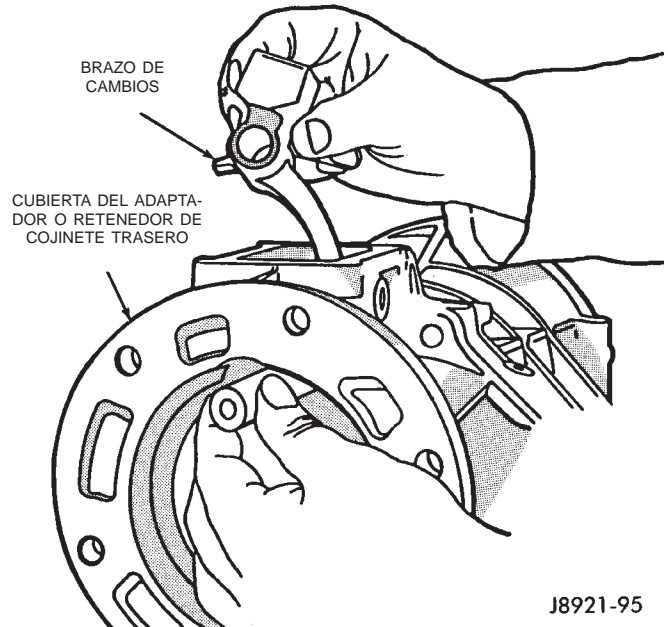
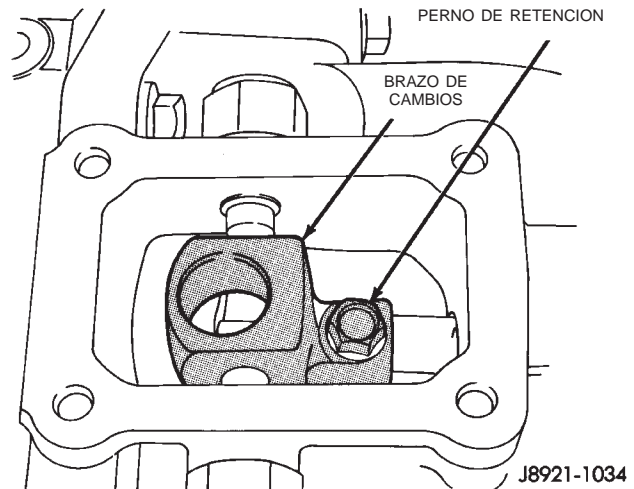

Fig. 40 Instalación del eje del brazo de cambios
Fig. 41 Instalación del perno de retención del brazo de cambios
(11) Comience a introducir el eje del brazo de cambios en el orificio en la parte posterior de la cubierta del adaptador o retenedor de cojinete trasero. Alinee el brazo de cambios con el eje del brazo de cambios y empuje el eje del brazo de cambios a través del brazo de cambios para introducirlo en la porción delantera de la cubierta del adaptador o retenedor de cojinete trasero (Fig. 40).
(12) Gire el eje del brazo de cambios hasta que el orificio del brazo de cambios y el orificio del eje queden alineados.
(13) Instale y apriete el perno de retención del brazo de cambios con una torsión de 38 N·m (28 lbs. pie) (Fig. 41).